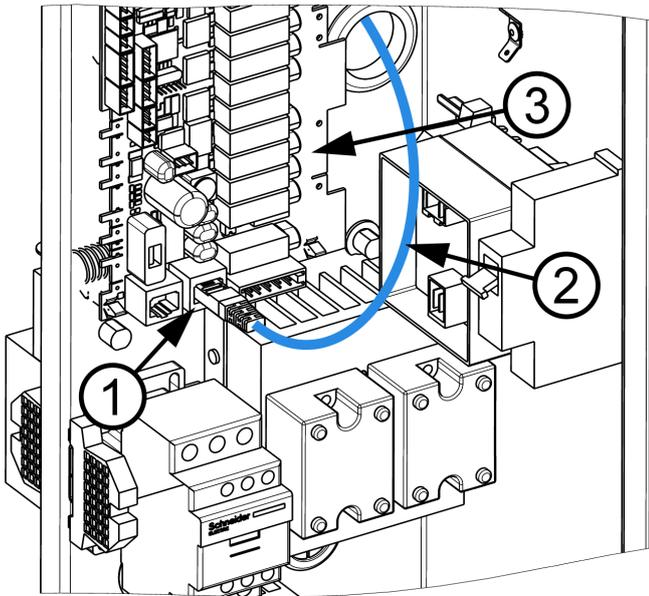

Abbildung 9: Verbindung des UTP-Kabels mit dem RJ-45-Anschluss
Verbinden Sie das Ende des UTP-Kabels (2) mit dem RJ-45-Anschluss (1), der mit X4 oder X5 auf der Relaisplatte (3) markiert ist (siehe Abb. 9).